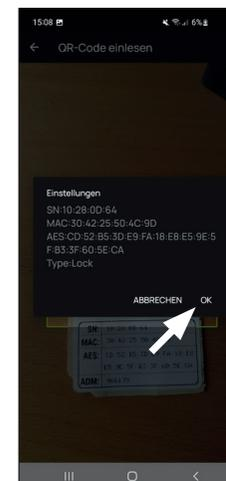

Abb. 5
⑤ Es öffnet sich das Aufnahme-Fenster der Kamera. Scannen Sie den QR-Code.
⑥ Daraufhin erscheint eine Meldung mit Daten zu Ihrem Motorschloss, bestätigen Sie diese rechts unten mit „OK“ (Abb. 5).